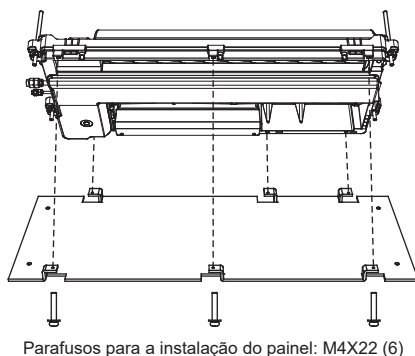

Figura 3.11
- Prenda o gabarito de instalação no lado inferior da unidade terminal com os parafusos para afixar a placa (consulte a Figura 3.11).